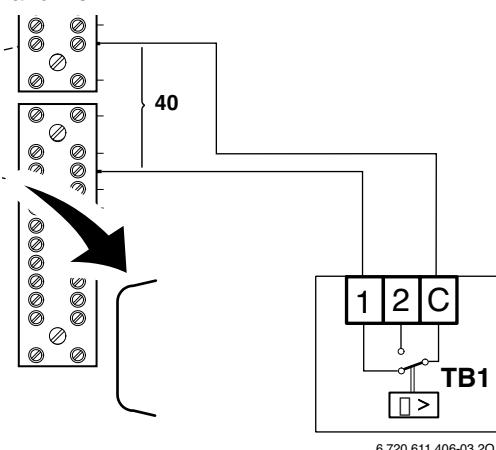

Рисунок 17. Подключение TB 1 к отопительной установке – снять перемычку
- Кабель подключить как показано на рис. 17 (снять перемычку).